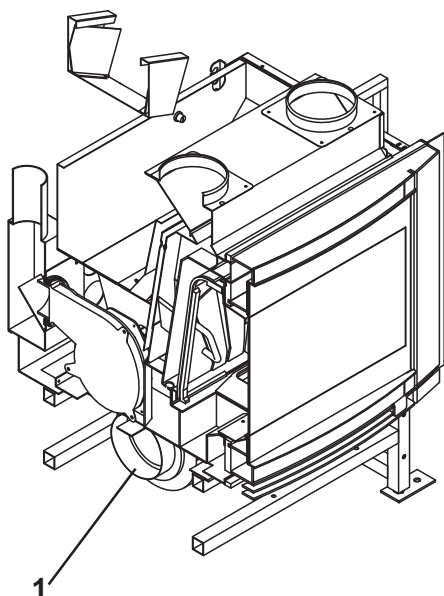

Fig. 6.3.2
Il ventilatore aria (1) è collocato nella parte posteriore bassa della stufa (Fig. 6.3.2).
The air fan (1) is located in the lower rear part of the stove (Fig. 6.3.2).
Das Luftgebläse (1) befindet sich rückseitigen, unteren Teil des Heizofens (Abb. 6.3.2).